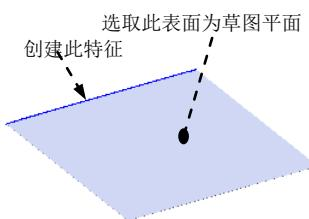
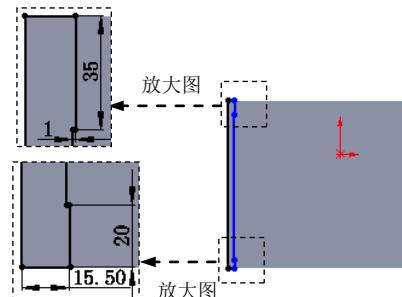

图 17.12.13 创建切除—拉伸 1
图 17.12.14 横断面草图
Step2. 创建图 17.12.13 所示的切除—拉伸 1。选择下拉菜单插入(I) → 切除(C) → 拉伸(E)...命令；选取图 17.12.13 所示的模型表面作为草图平面，绘制图 17.12.14 所示的横断面草图；在**方向 1**区域的完全贯穿下拉列表中选择**完全贯穿**选项。单击√按钮，完成切除—拉伸 1 的创建。